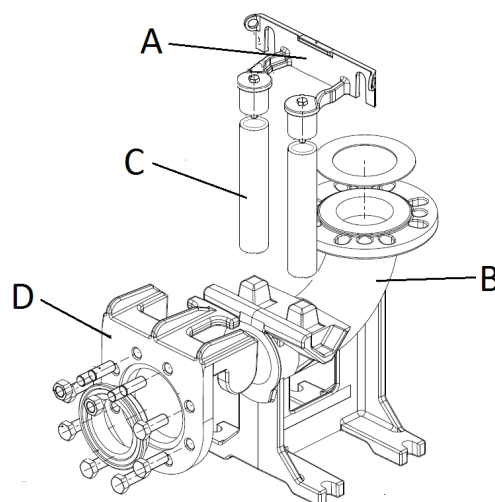

Fig. 5
- Fixați scara de ancorare tuburi (fig. 5 – poz. A) de ghidare la marginea bazinului.
- Plasați pe fundul puțului piciorul de susținere pentru cuplarea automată (fig. 5 – poz. B) și controlați, printr-un fir de plumb, că proiecțiile conice pentru angajarea de tuburi de ghidare sunt perfect perpendiculare pe proiecțiile corespunzătoare ale suportului de ancorare al marginii bazinului. Verificați și platitudinea cu o nivelă cu balon de aer.
- Marcați poziția fantelor de pe piciorul de sprijin, asadar aratați lungimea exactă a tuburilor de ghidare (fig. 5 – poz. C).